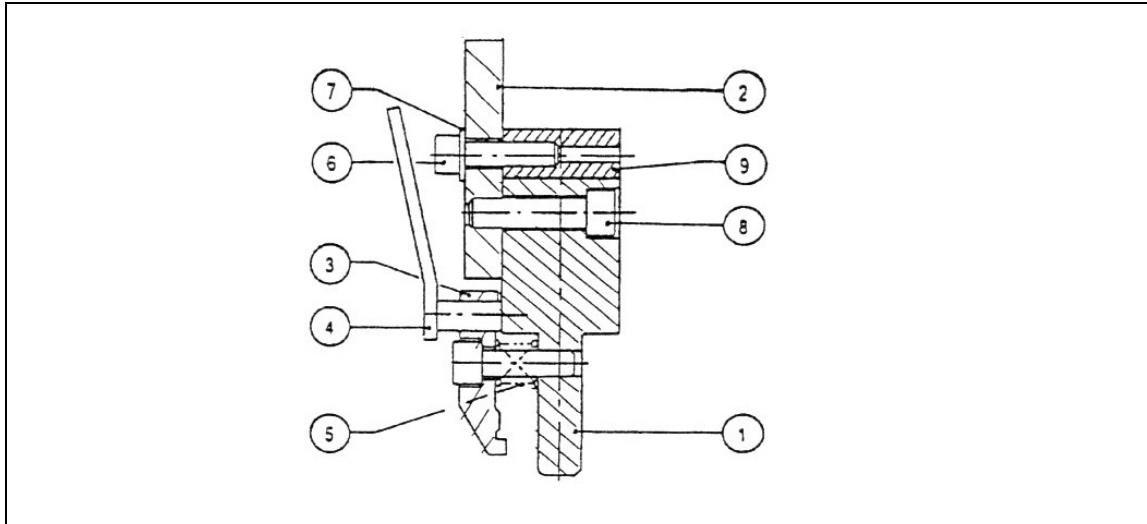

Abb. 10-41 Einstellung der Zwischenstücke
- Die Schraube (Abb. 10-41/6) (Sechskantschlüssel SW6) lösen, der Einstellkeil (Abb. 10-41/9) ist dadurch verschiebbar.
- Den Einstellkeil (Abb. 10-41/9) nach rechts bis zum Ende der Nut schieben.
- Die Schraube (Abb. 10-41/6) leicht anziehen.
- Das Zwischenstück des Werkzeugs mit Hilfe der beiden Schrauben (Abb. 10-41/8) (Sechskantschlüssel SW8) fest anziehen.
2. Den Keil mit der Schraube (Abb. 10-41/6) arretieren.